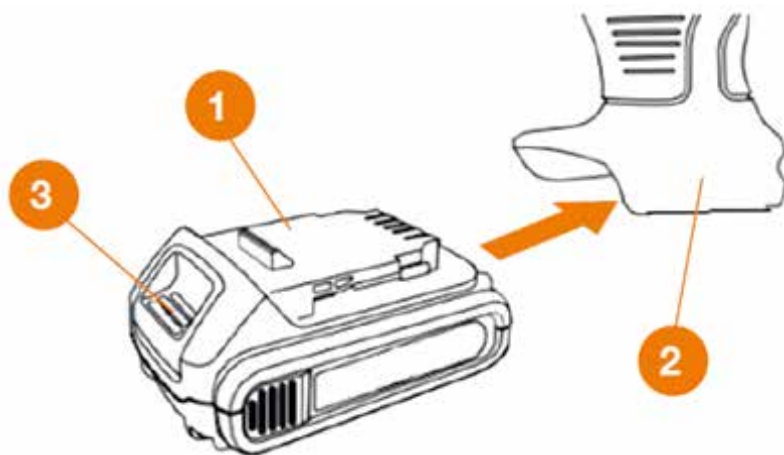

Рис. 8 / Fig. 8
1. Установите аккумуляторную батарею 1 в разъем рукоятки пилы 2 до щелчка (Рис. 8).
1. Install the battery pack 1 into the socket of the saw handle 2 until it clicks (Fig. 8).